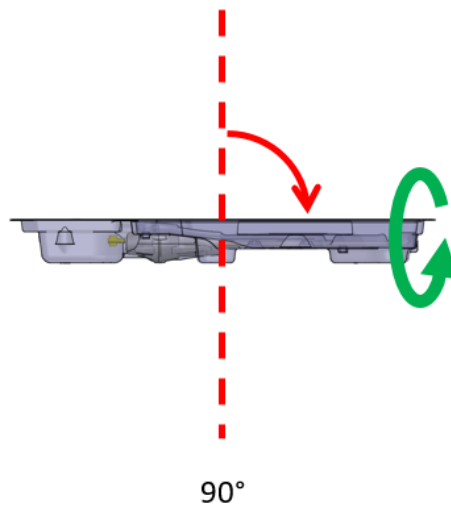

Bild 15: Ultraljudsapplicatorns förpackning i 90°-läge
- d. Fortsätt att luta ultraljudsapplicatorn till 90°-läget och upprepa den rotationscykel som beskrivs i föregående steg (*Bild 15*).